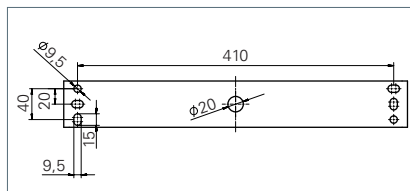

Fig. 7: Schema di foratura.
- Utilizzare delle viti adatte per montare il supporto alla parete o al soffitto, vedi Fig. 7.